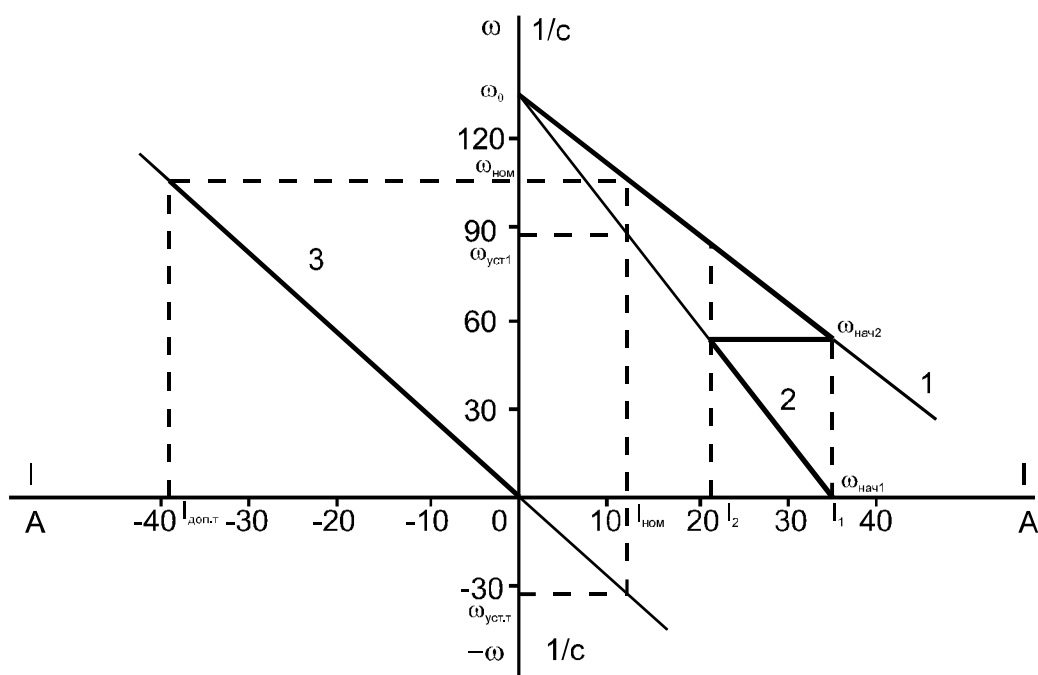

Рис. 2.1
1.6 По координатам точек холостого хода ω_0 , θ и номинального режима $\omega_{ном}$, $I_{ном}$ строим естественную электромеханическую характеристику /характеристика 1, рисунок 2.1/.
2.4 По координатам точек холостого хода $/w_0, 0/$ и короткого замыкания $/0, I_1/$ строим пусковую электромеханическую характеристику /характеристика 2, рисунок 2.1/.
5.1 Определяем абсолютное значение перепада скорости двигателя /см. рисунок 2.1/.